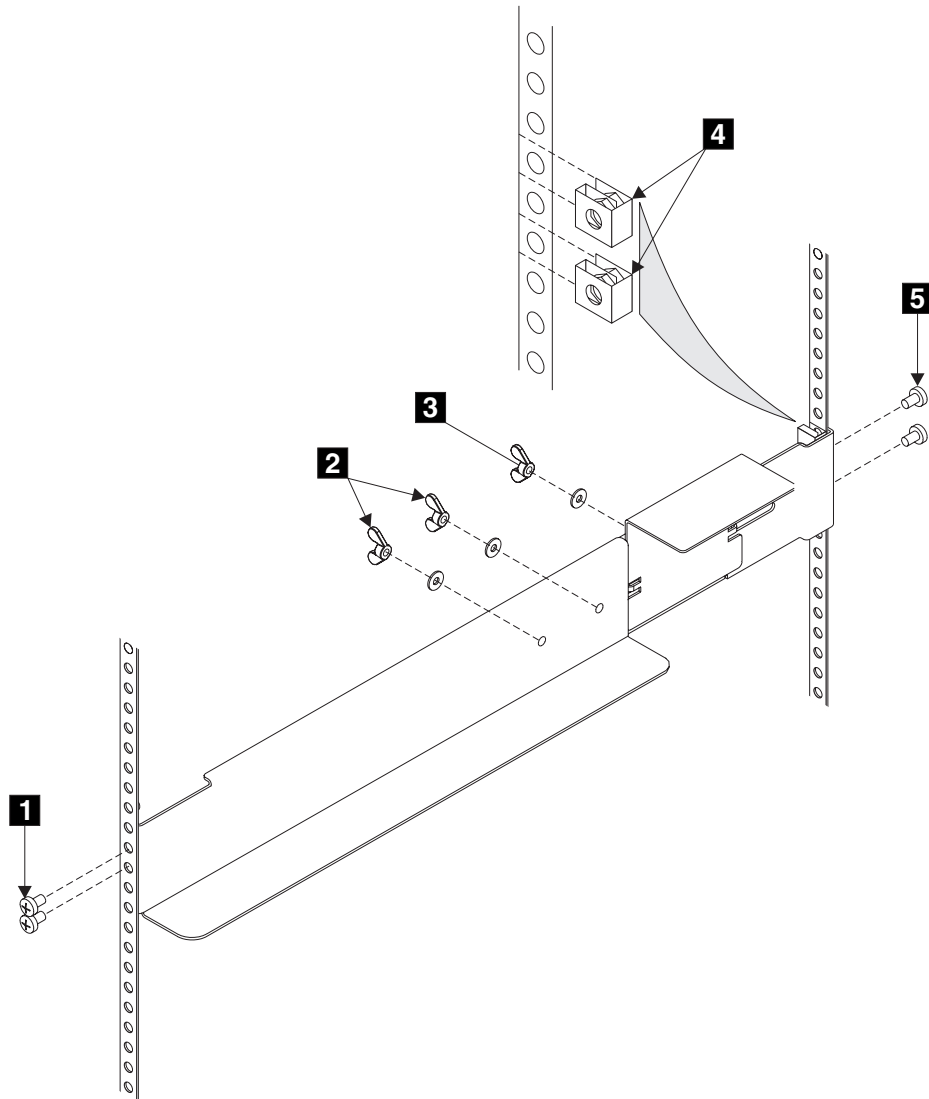

図 105. 2145 無停電電源装置用サポート・レールのラックへの取り付け
1. ナット・クリップ **4** をラックに取り付けます (134 ページの図 105 を参照)。これらのナット・クリップは、サポート・レール・フランジの 2 番目と 4 番目の穴に位置が合っている必要があります。